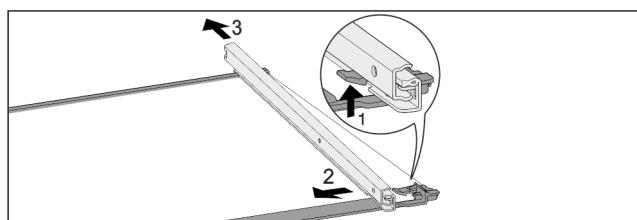

Fig. 120 Скляна пластина з рейками
- Натиснути передній гачок-фіксатор вгору. Fig. 120 (1)
- Виштовхніть виїзну рейку в сторону Fig. 120 (2) та назад Fig. 120 (3).